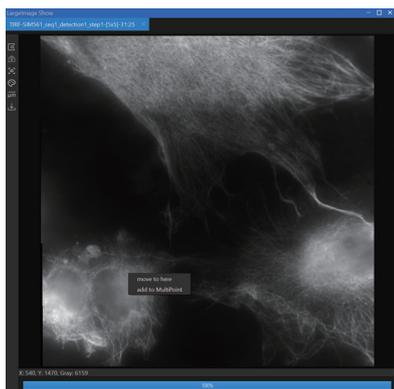

图3.11-3
③ 拼图完成后需要在【Experiment】取消勾选Scan Image后才能打开Multi ROI,在【LargeImage Show】需要拍摄图像的位置右键add to Multi-Point,使当前右键位置信息在Multi ROI中生成Point,添加Multi ROI后可执行Multi ROI采集图像的相关操作(添加sequence和Run)。在Live的状态下,【LargeImage Show】中可右键move to here快速定位(如图3.11-3所示)。